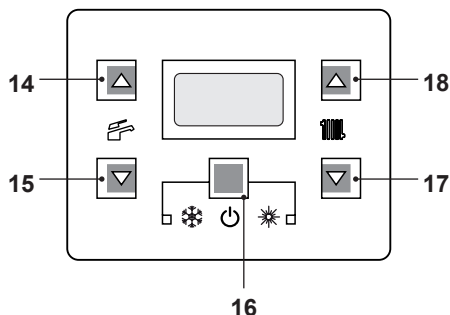
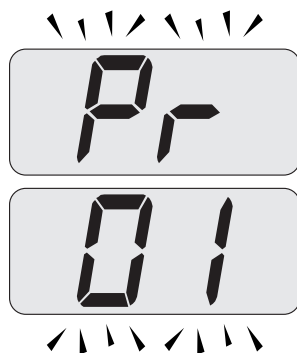
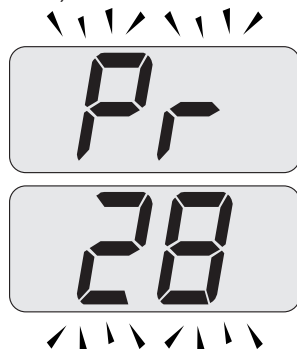

Figura 9.1
Figura 9.2
Figura 9.3
• Entrare in "modalità programmazione" premendo contemporaneamente per 10 secondi i tasti 16 - 17 - 18 (Figura 9.1) fino a far apparire sul display LCD le lettere **Pr** che si alternano con il codice **01**, indicanti l'entrata nel "parametro 01" (Figura 9.2).
- Scorrere i vari parametri utilizzando i tasti 17 o 18 fino a far apparire sul display LCD le lettere **Pr** che si alternano con il codice **28**, indicanti l'entrata nel "parametro 28" (Figura 9.3).
e 18 (Figura 9.1) fino a far apparire sul display LCD il valore del parametro 28 (es. 12 valore di default) (Figura 9.4).
- Premendo il tasto 16 (Figura 9.1) si ottiene la conferma del valore inserito.
- Premendo contemporaneamente i tasti 16 e 17 (Figura 9.1) si esce senza modificare il valore (ritorno alla lista parametri Figura 9.3).
- Premendo contemporaneamente per 10 secondi i tasti 16 - 17 - 18 (Figura 9.1) si esce dalla "modalità programmazione".